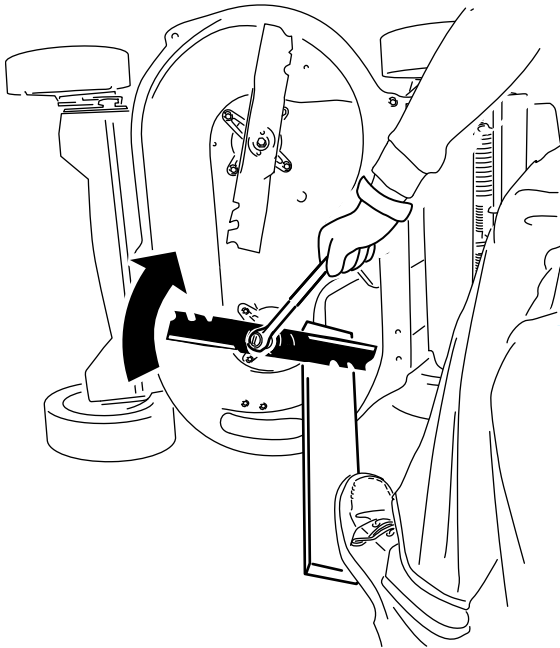

Figura 31
- Inmovilice cada cuchilla con una tabla de madera, y gire el perno de la cuchilla en sentido horario con una llave dinamométrica, como se muestra en la Figura 31; apriete el perno de la cuchilla a **82 N·m (60 pies-libra)**.